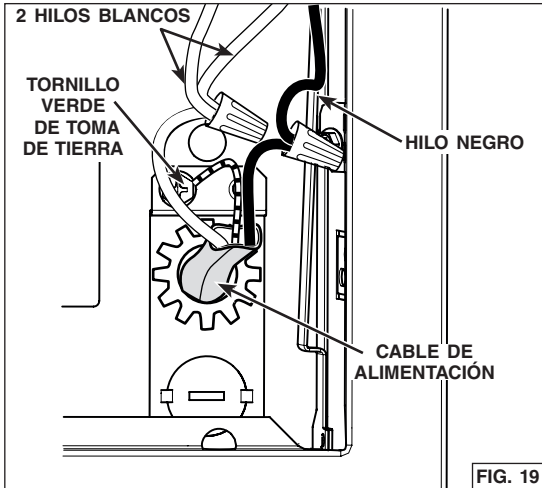

FIG. 19
- Usando capuchones de conexión adecuados (no incluidos), conectar los hilos del cable de alimentación a los hilos de la campana como sigue: el hilo NEGRO al hilo NEGRO, el hilo BLANCO a los dos hilos BLANCOS y el hilo VERDE o pelado al tornillo VERDE de toma de tierra (FIG. 19)